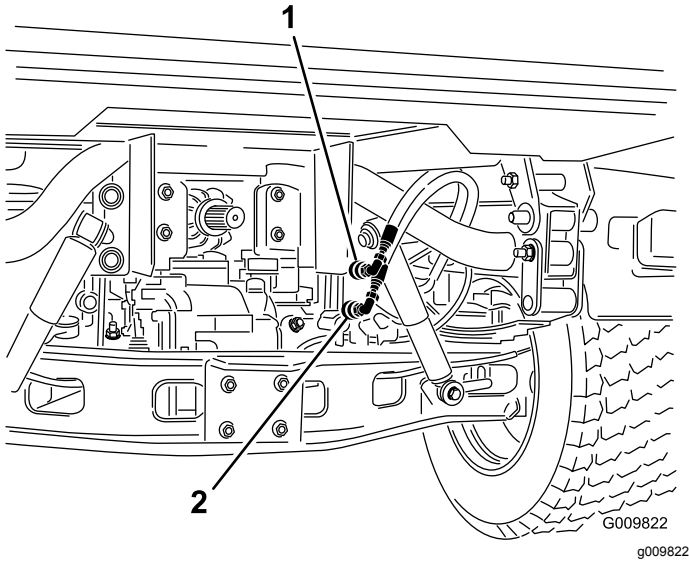

Figura 84
2. En ambos vehículos, desconecte las dos mangueras con acoplamiento rápido de las mangueras que están conectadas al soporte de acoplamiento (Figura 84).